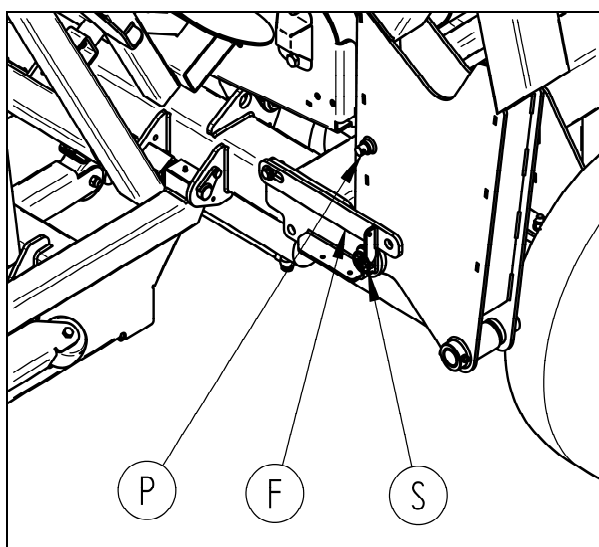

fig.6 – Bride de sécurité fourche - travail
Avant d'utiliser la machine enlever la goupille (S) et bloquer la bride de sécurité (F) en position horizontale comme indiqué sur la fig. 6.